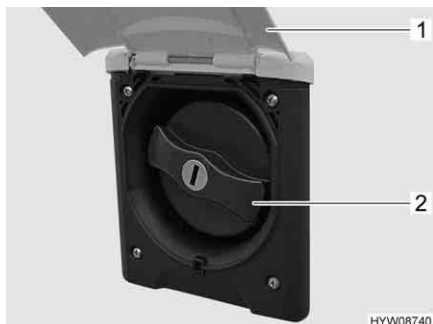

Fig. 76 Coperchio per bocchettone di riempimento dell'acqua potabile
- Sollevare lo sportello esterno (Fig. 76,1).
- Ruotare il coperchio blu (Fig. 76,2) di un quarto di giro.